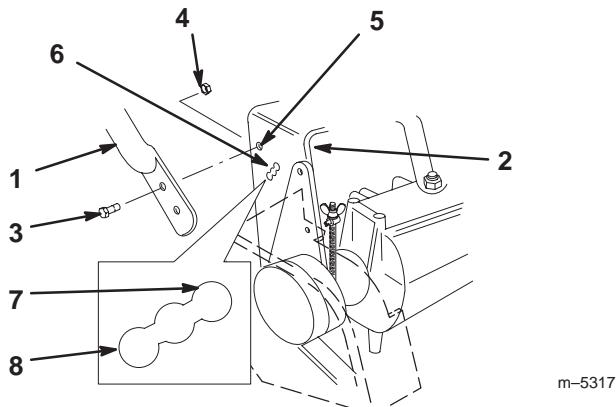

Bild 6
- Richten Sie das Griffoberteil mit den oberen Befestigungslöchern im hinteren Chassis aus (Bild 6).
- Sichern Sie jedes der oberen Befestigungslöcher mit einer Bundschraube (3/8 x 1 Zoll) und Bundmutter ab (Bild 6). Ziehen Sie die Schrauben auf 34 Nm an.
- Wählen Sie die obere, mittlere oder untere Position als untere Befestigungsloch (Bild 6). So lässt sich das obere Griffteil an die Größe des Bedieners anpassen.